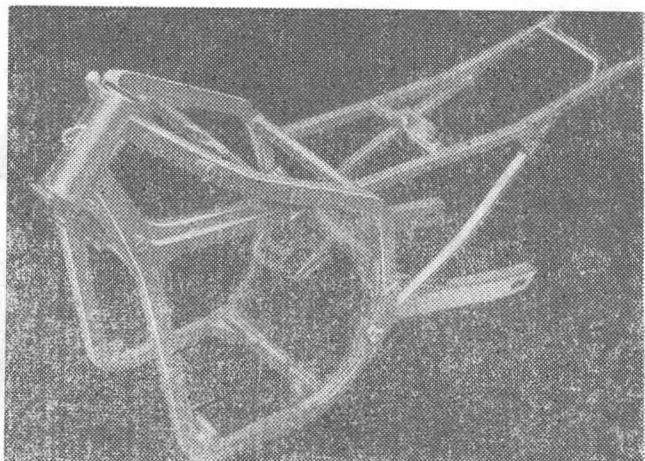

图 25
② 方形钢管车架比圆形钢管车架强度高，造型美观，不易变形，但加工成本高(图25)。